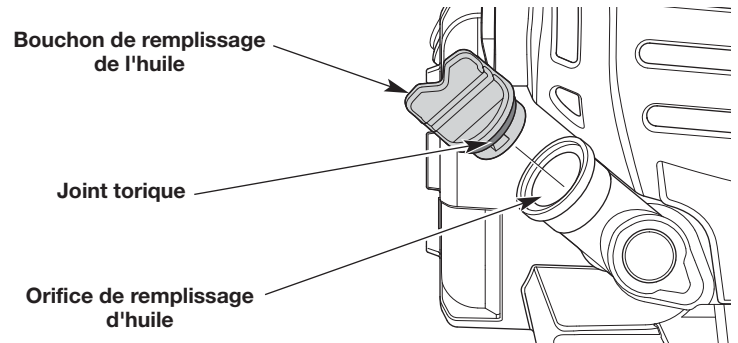

Fig. 6
4. Dévissez le bouchon de remplissage d'huile (Fig. 6).
5. Versez le flacon complet dans l'orifice de remplissage d'huile (Fig. 6). **NE PAS** trop remplir. Reportez-vous à *Vérification du niveau d'huile*.
**REMARQUE :** Assurez-vous que le joint torique est en place sur le bouchon de remplissage d'huile (Fig. 6).